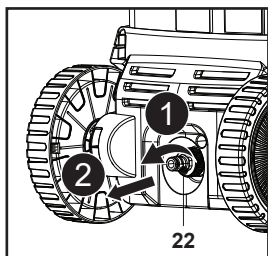

Fig. 21
1. Remova o adaptador de entrada de água (22) do conector de entrada de água (12) (Fig. 21).